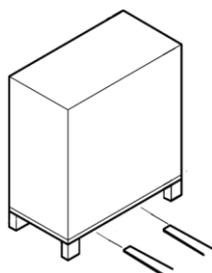

Рис. 27: Транспортировка при помощи вилочного автопогрузчика
1. Подведите вилочный захват автопогрузчика, как показано на Рис. 27.